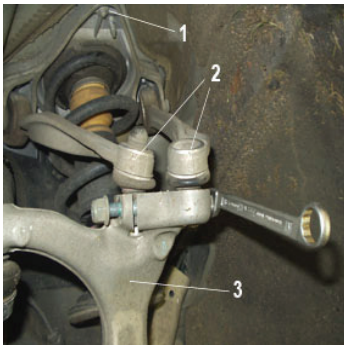
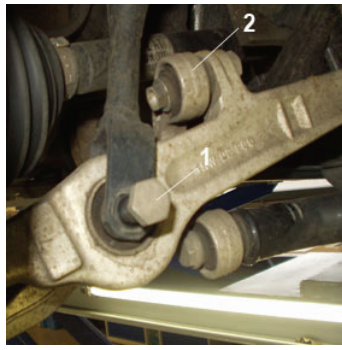

Fig. 1:
Fig. 2:
- **Fig. 1** Montageclip (1) entfernen, wird nicht wieder verwendet.
- Die beiden oberen Lenker (2) vom Achsschenkel (3) trennen; ggf. mit Spezialwerkzeug.
- **Fig. 2** Untere Federbeinverschraubung (1) und obere Koppelstangenverschraubung (2) entfernen.
- **Fig. 1** Remove mounting clip (1); it will not be re-used.
- Detach the two upper links (2) from the steering knuckle (3); use special tool if needed.
- **Fig. 2** Remove lower suspension strut bolt (1) and upper coupling rod bolt (2).
- **Fig. 1** Enlever le clip de montage (1), ne pas le réutiliser.
- Séparer les deux bras supérieurs (2) de la fusée d'essieu (3) ; le cas échéant, avec un outil spécial.
- **Fig. 2** Enlever le vissage inférieur de la jambe élastique (1) et le vissage supérieur de la biellette de connexion (2).
- **Fig. 1** Retirar el clip de montaje (1), no se vuelve a utilizar.
- Separar las dos barras de dirección superiores (2) del cuello del eje (3), si es necesario, emplear una herramienta especial.
- **Fig. 2** Retirar la atornilladura inferior del amortiguador (1) y la atornilladura de las barras de acoplamiento superiores (2).